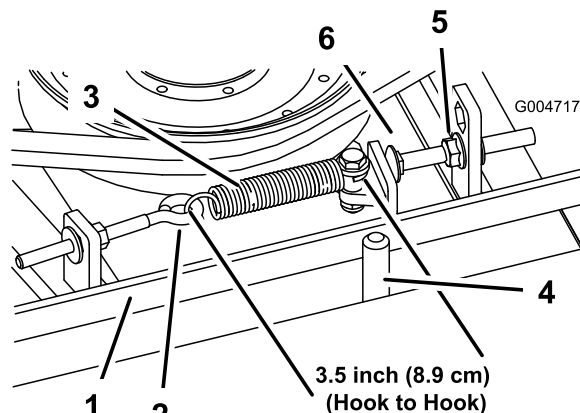

Figura 65
da carroçaria) até haver uma folga aproximada de 3 mm \pm 1,5/-0,0 mm entre a cabeça do parafuso e o braço intermédio (Figura 65).
Nota: Certifique-se de que a correia está colocada no lado da mola do guia da correia (Figura 65).
2. Desaperte o parafuso com olhal permitindo a remoção da mola de extensão (Figura 65).
3. Desaperte a porca flangeada que fixa o pino de fecho na patilha de montagem. Puxa a porca ligeiramente para trás para permitir que o braço intermédio passe pelo pino de fecho (Figura 65). Retire a polia intermédia da correia para aliviar a tensão da correia.
8. Volte a ligar a mola de extensão (Figura 65) ao parafuso de olhal e aplique a tensão na correia como se segue: